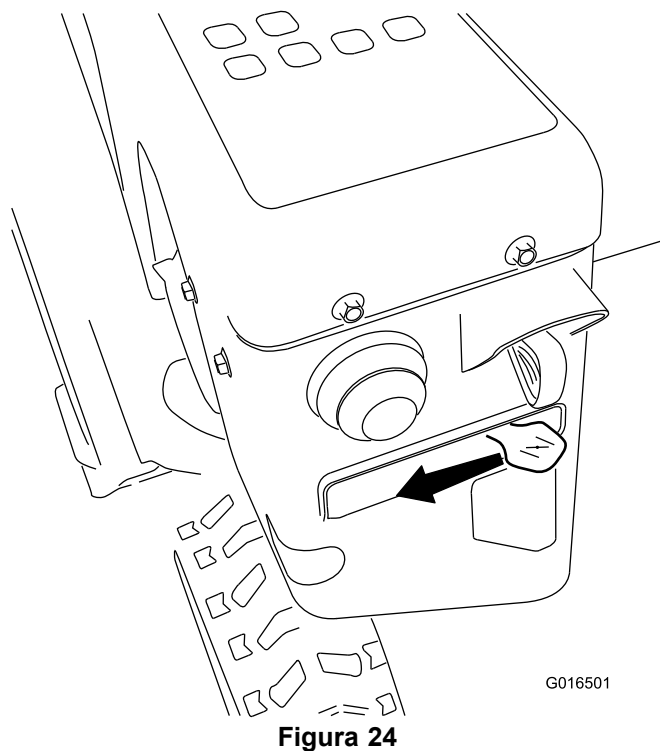

Figura 24
5. Portate lo starter in posizione CHOKE (starter) (Figura 24).